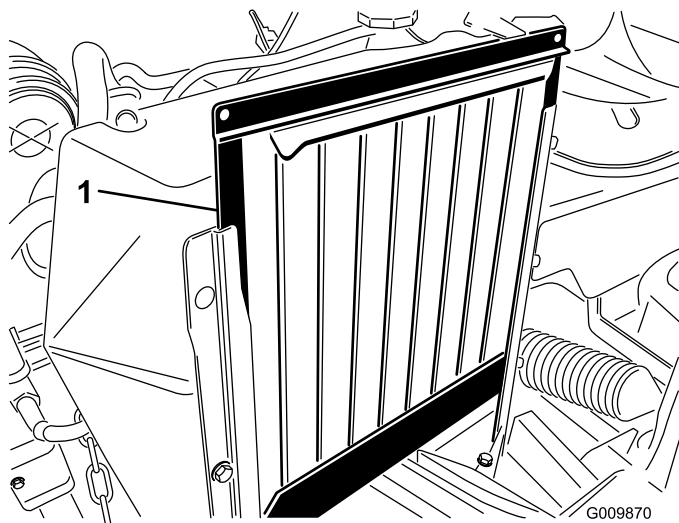

Figura 53
1. Retire la rejilla del radiador y límpiela (Figura 53).